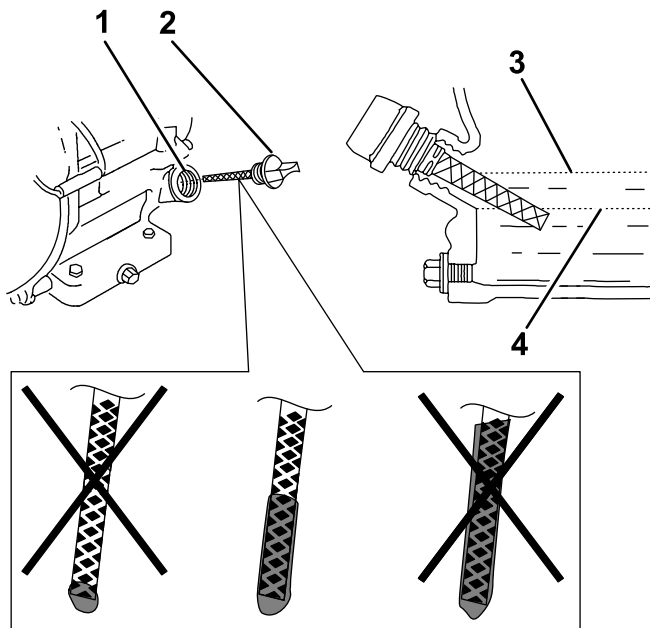

Figura 27
1. Retire el tapón/varilla de aceite (Figura 27).
2. Vierta lentamente aproximadamente el 80% de la cantidad especificada de aceite por el orificio de llenado (Figura 27).
4. Coloque el tapón/varilla de aceite (Figura 27).